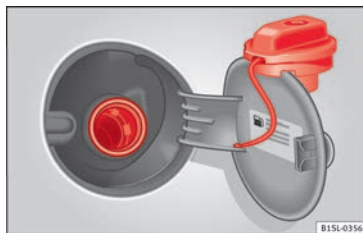

Fig. 39 Trappe à carburant ouverte avec bouchon de réservoir accroché.
- Retirez le bouchon du réservoir en tournant dans le sens contraire des aiguilles d'une montre et fixez-le sur le bord supérieur de la trappe à carburant »» fig. 39.